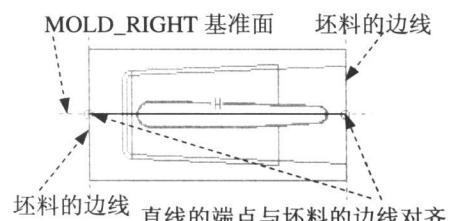

图 1.22 截面图形
(3) 截面草图。选取如图 1.22 所示的坯料的边线和 MOLD_RIGHT 基准面为草绘参照；绘制如该图所示的截面草图（截面草图为一条线段），完成截面的绘制后，单击工具栏中的“完成”按钮 ✓。